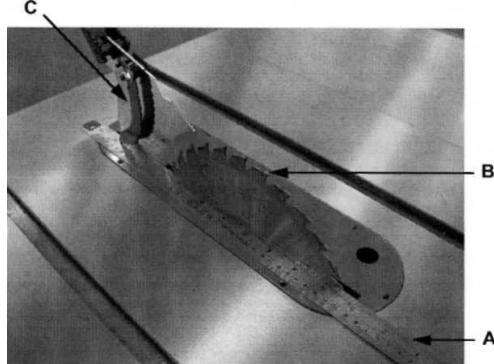

рис. 13
- Поместите линейку (см. рис. 13) на столе, так что бы край упирался в пильный диск (В, рис 13) и расклинивающий нож (С, рис. 13). Поверните пильный диск так, чтобы верхняя часть зуба пильного диска касалась линейки.